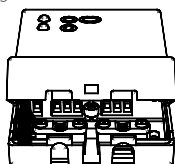

Fig. 2
- Til de kabelafdekking met lichte druk op totdat deze volledig is verwijderd (fig. 2).